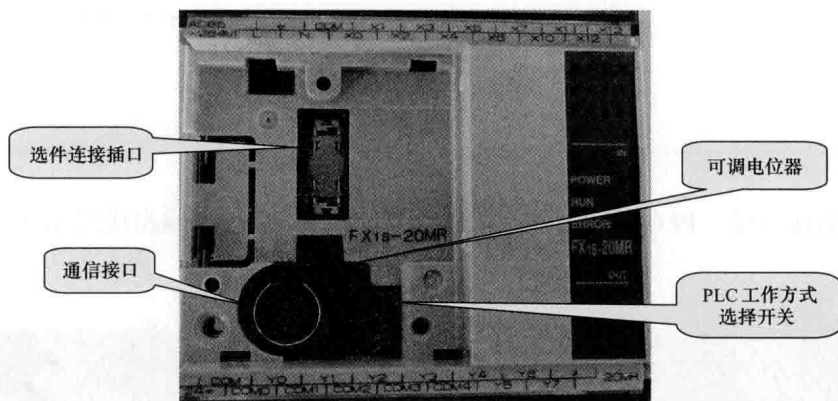

图 1-7 PLC 操作面板
(4) 操作面板。操作面板包括 PLC 工作方式选择开关、可调电位器、通信接口、选件连接插口四部分, 如图 1-7 所示。